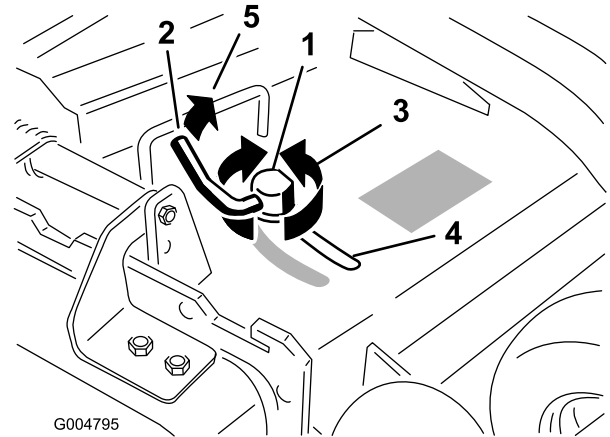

Figura 17
3. Para ajustar el bloqueo de leva, levante la palanca para aflojar el bloqueo de leva (Figura 17).
5. Devuelva la palanca a su posición original para apretar el deflector y el bloqueo de leva (Figura 17).